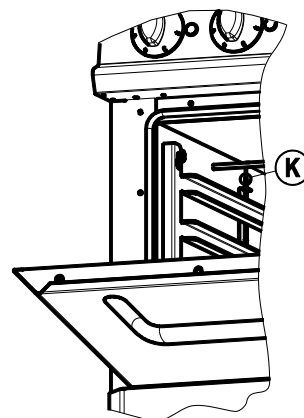

Fig.3
- Durante la limpieza tenga cuidado para no ocasionar daños al sensor "K" (fig.3) del termostato situado dentro del horno.